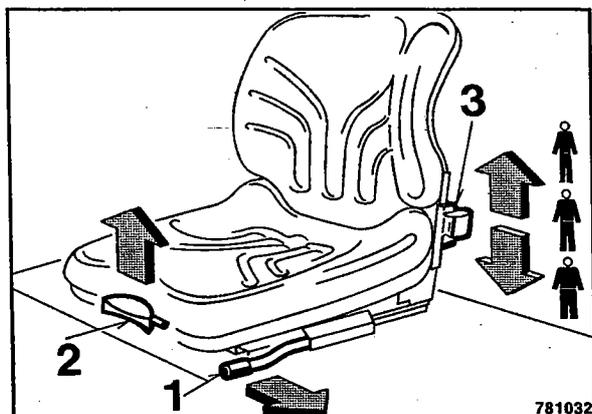

Fig. 72
- Sacar la palanca 1 (Fig. 72) y ajustar el asiento en sentido longitudinal.
- Tirar la palanca (2) hacia arriba y ajustar el respaldo.
- Con la palanca (3) debe ajustarse el peso del conductor.